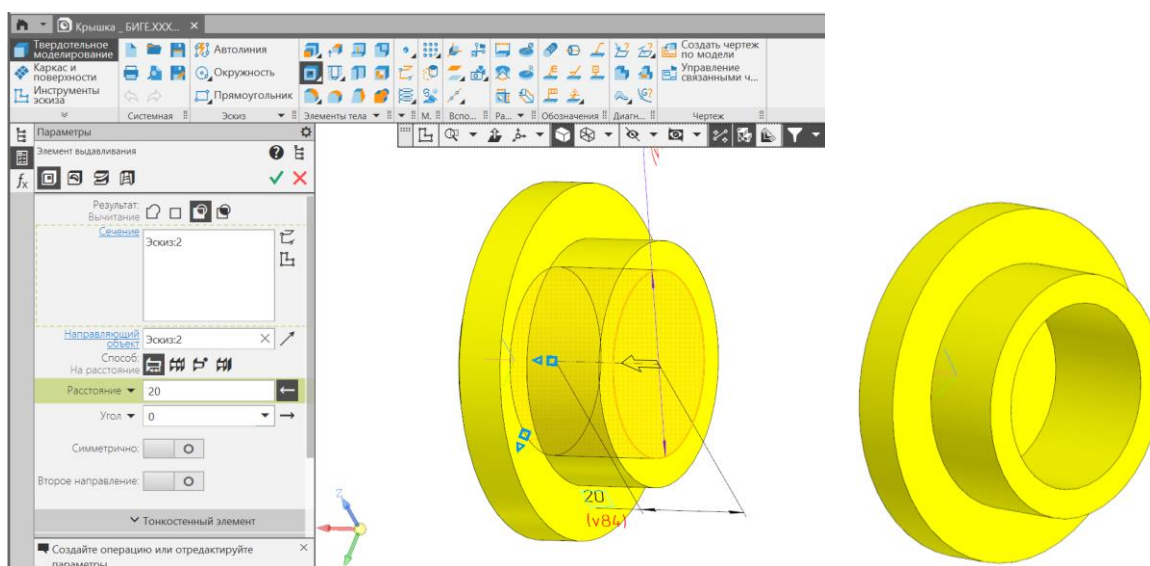

Рис. 5 Команда «Элемент выдавливания 1»
- **Твердотельное моделирование – Элементы тела – Элемент выдавливания.** Параметры операции Элемент выдавливания: результат операции – Вычитание; сечение – Эскиз 2; направляющий объект – Эскиз 2; способ выдавливания – на расстояние 20 мм (рис. 5).